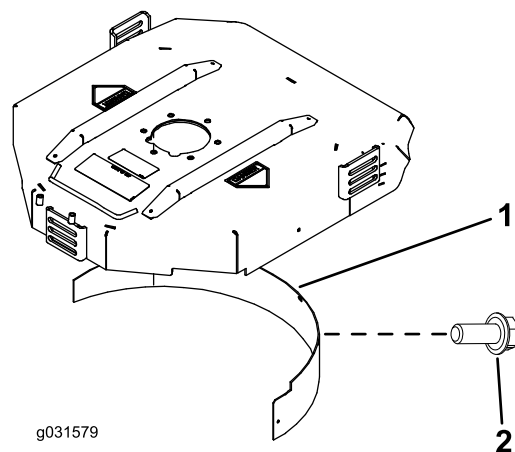

図 9
2. 後部の取り付け穴にマルチングバッフルを取り付け、フランジヘッドボルト 5 本で固定する 図 9。